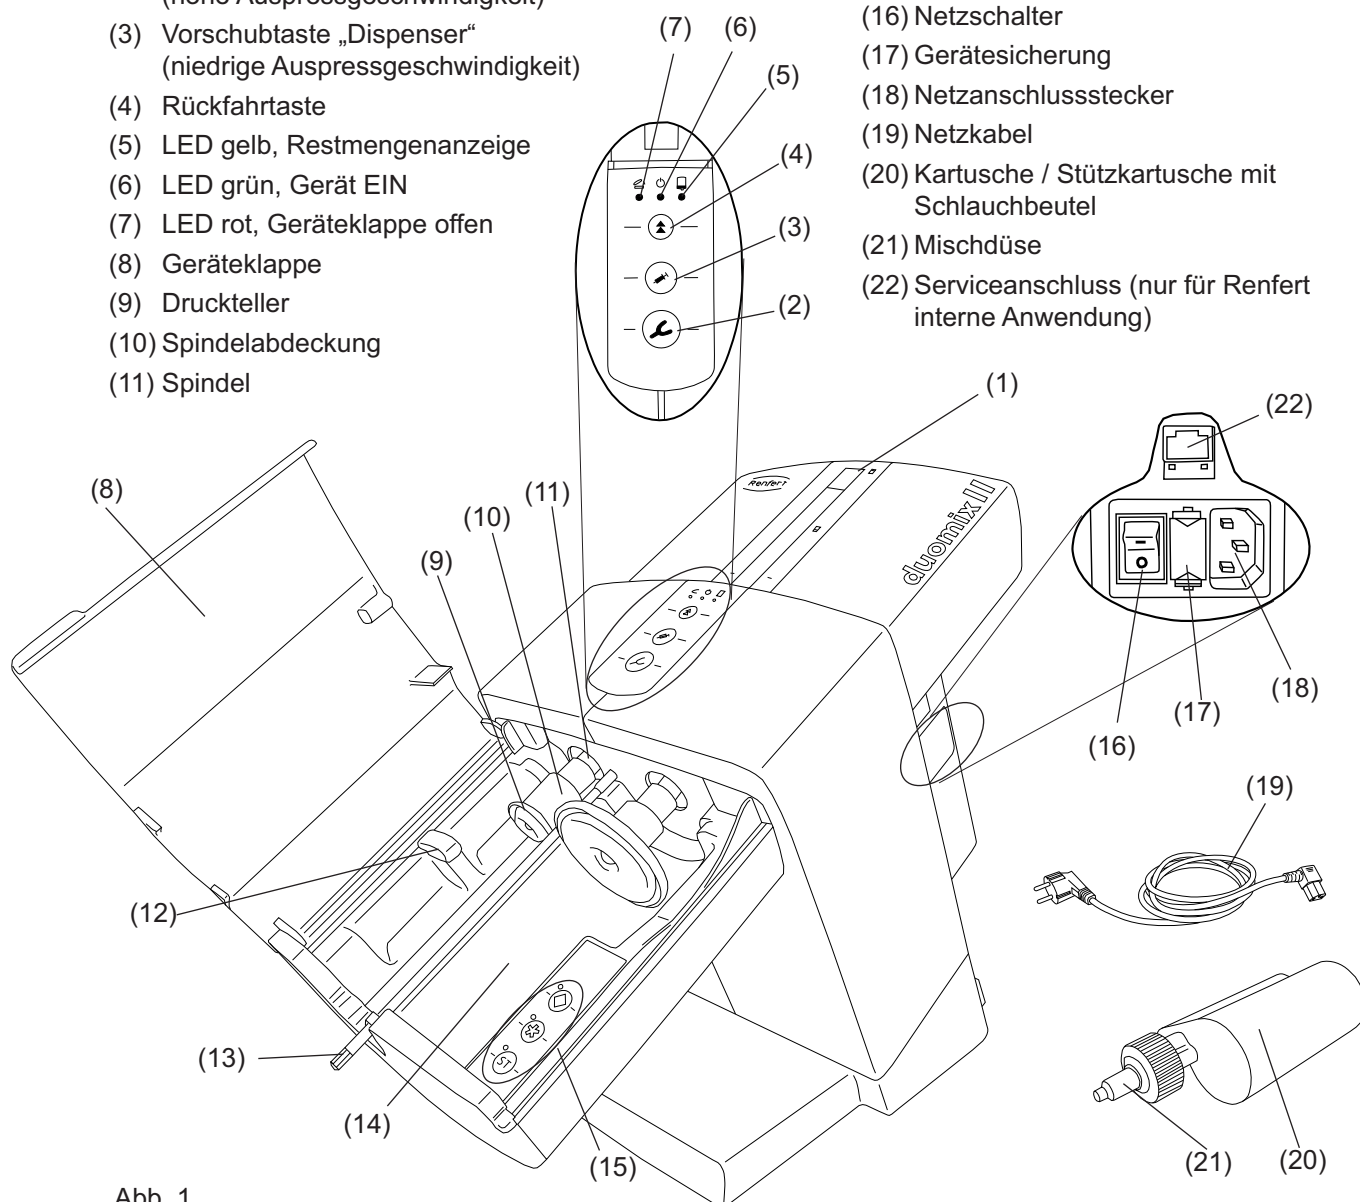

Abb. 1
- Mitgeliefertes Netzkabel (19, Abb. 1) in den Netzanschlusstecker (18) einstecken.
- Gerät am Netzschalter (16) einschalten.
- Rückfahrtaste (4) drücken
- Die Druckteller (9, Abb. 1) fahren bis in die Ausgangsstellung zurück und stoppen dort
- Geräteklappe (8, Abb. 1) öffnen.
- Transportsicherung (23) entfernen.
Das Einlegen, sowie der Wechsel einer Kartusche kann nur erfolgen, wenn sich die zwei Druckteller (9, Abb. 1) in der Ausgangsstellung befinden.
- Gerätekappe (8, Abb. 1) schließen
- Gerätekappe (8, Abb. 1) öffnen.
- Kartusche (20) ins Gerät einlegen. Bitte beachten Sie, dass die Kartusche unter der Arretiernase (12) zu liegen kommt.
- Programmtaste für Mischprogramm (15) drücken, siehe auch Kap. 5.1.1
- Gerätekappe (8, Abb. 1) schließen.
Die Gerätekappe lässt sich nur bei korrekt eingelegter Kartusche schließen. Solange die Gerätekappe noch nicht ordnungsgemäß geschlossen ist, leuchtet die rote LED „Gerätekappe offen“ (7, Abb. 1).